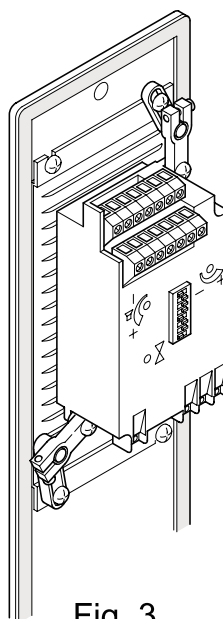

Fig. 3
3. Regolare la posizione e l'apertura angolare delle staffe appena applicate per potervi fissare il portiere 3065. A seconda della pulsantiera in uso il 3065 può risultare montato verticalmente o orizzontalmente (fig 3 e 4).
3. Régler la position et l'ouverture angulaire des brides qu'on vient d'appliquer pour pouvoir y fixer le HP-Micro 3065. Selon le type de plaque, le 3065 peut être monté verticalement ou horizontalement (fig. 3 et 4)